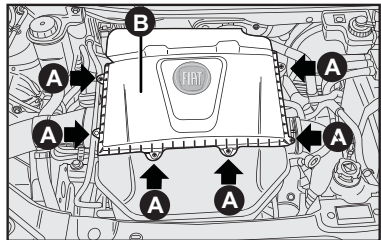

fig. 13
- Soltar os parafusos **A-fig. 13** e retirar a tampa **B-fig. 13**;